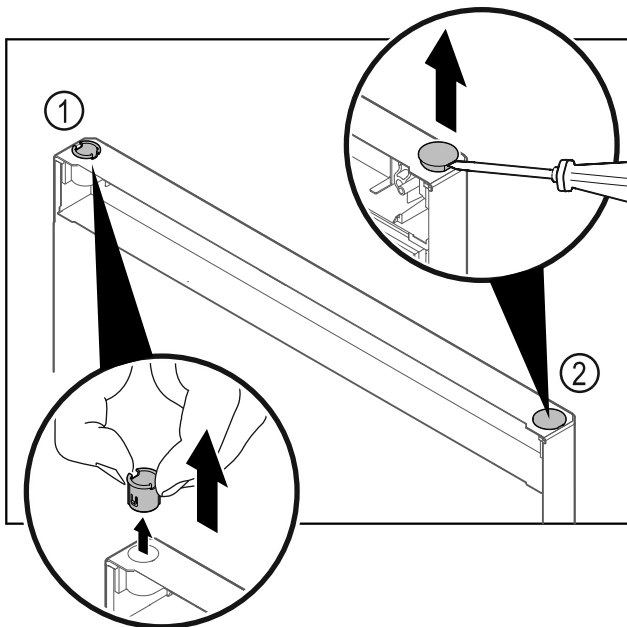

Fig. 22
- Dra ut gångjärnsbussningen Fig. 22 (1) med fingrarna.
- Lyft försiktigt upp täckpluggen Fig. 22 (2) med en spårskruvmejsel och dra ut den.